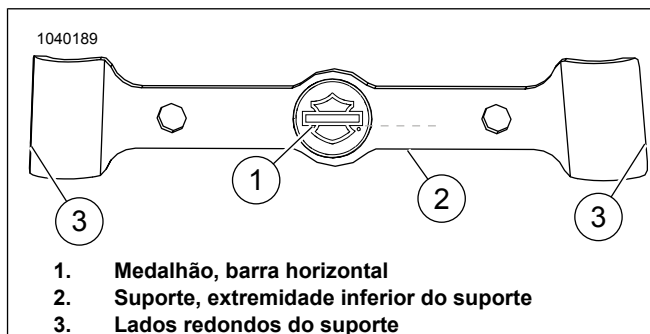

Figura 3. Alinhamento do emblema
- Figura 3 As partes laterais do suporte (3) não são simétricas. A largura no topo é mais estreita do que a largura na parte inferior.
- Figura 3 Alinhe a barra horizontal do medalhão (1) com a extremidade inferior (2) do suporte. Estas devem estar paralelas.
3. Figura 3 Retire o apoio adesivo dos lados esquerdo e direito do suporte (3).